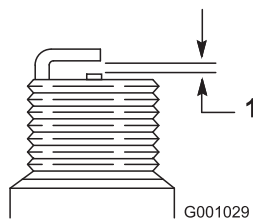

Figure 48
4. Réglez l'écartement des électrodes de la nouvelle bougie à 0,76 mm (0,030 po), comme montré à la Figure 48.